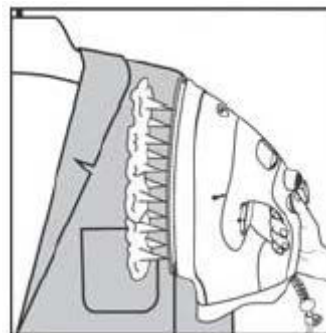

Rys. 2
- Podnieść żelazko lekko nad powierzchnię materii, mocno nacisnąć przycisk uderzenia pary a później go zwolnić w ciągu prasowania (rys. 2).